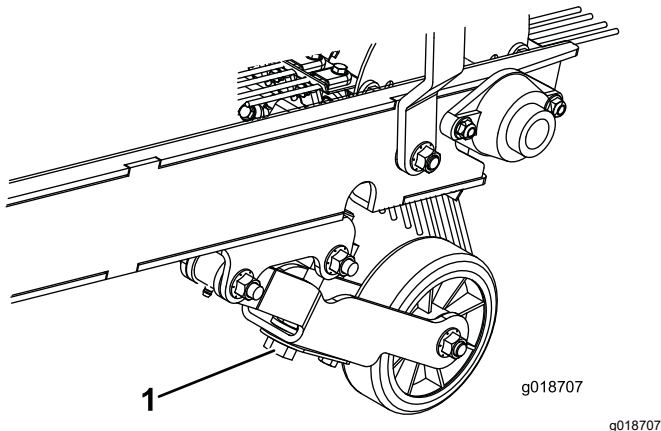

图 10
- 旋转深度调节螺栓直至搂耙可以轻轻接触到草坪草的顶部。如果安装了清扫机 清扫机应与草坪表面轻轻接触。当清扫机运转时表面接触宽度应该是整个清扫机长度的约 25mm 宽图 10。